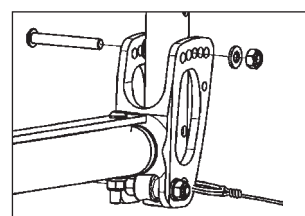

Figura 1
1. Abra y afloje la conexión de tornillos superiores (Figura 1).